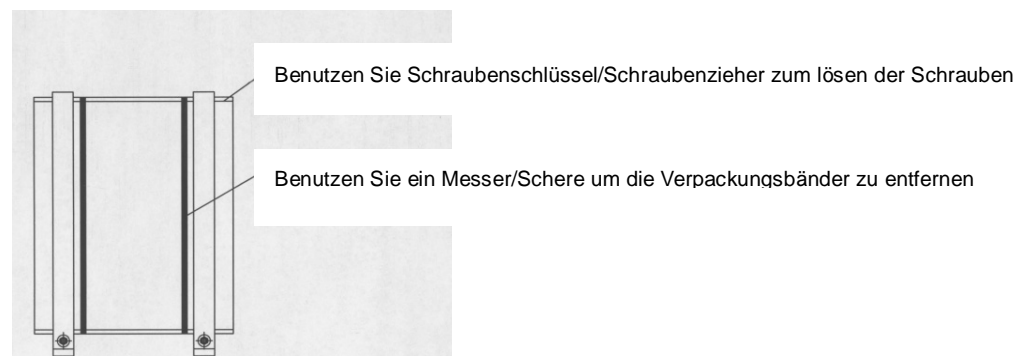

Abbildung 3-1
2. Benutzen Sie Schraubenschlüssel/Schraubenzieher um die Schrauben zu lösen und um den Deckel dann leicht entfernen zu können. Siehe Abbildung 3-1.